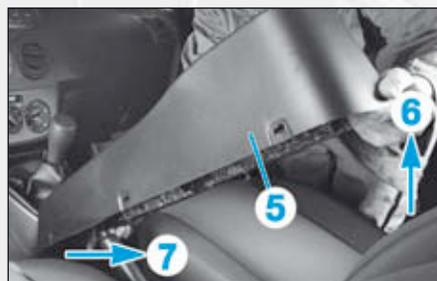

FIG.2
- Déposer les vis avant (3) de la console centrale.
- Déposer les vis centrales (4).
- Soulever la console centrale (5) par l'arrière suivant la flèche (6) (Fig.2).
- Tirer la console centrale (5) vers l'arrière dans le sens de la flèche (7) pour la dégager de la planche de bord.
- Déposer la console centrale (5).